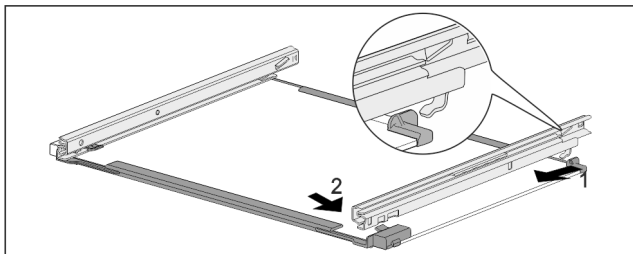

Fig. 254 Üveglap sínekkel
- ▶ Akassza be hátul a sínt. Fig. 254 (1)
- ▶ Elöl pattintsa be a sínt. Fig. 254 (2)